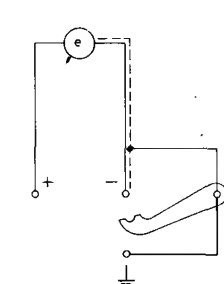

Fig. 4c.
3. S'il est recommandé de mettre à la terre le circuit de mesure et/ou le blindage (voir Fig. 4c et 4d), connecter la borne "GUARD" à douille de terre de l'appareil. Le circuit d'entrée est alors mis à la terre par l'intermédiaire de l'ergot de terre de la fiche secteur.